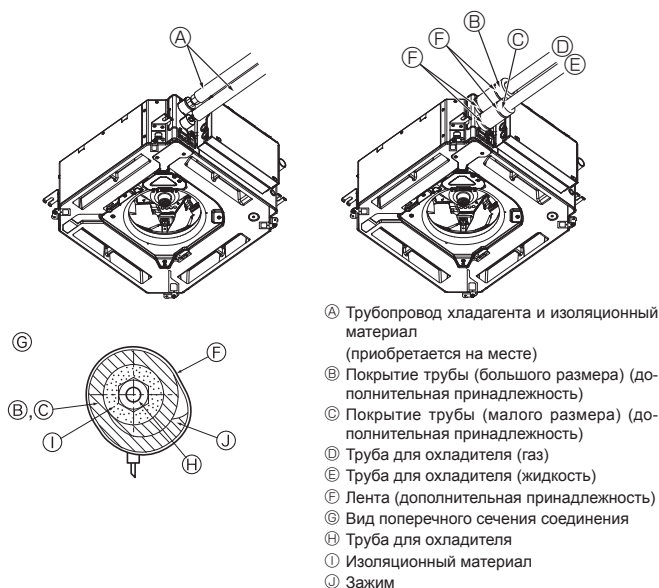

Fig. 3-3
3.3. Внутренний блок (Fig. 3-3)